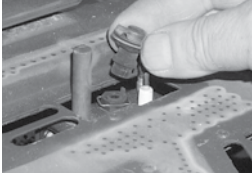

Fig. 6
- 11) Reassemble the black protection cap (Fig. 6).